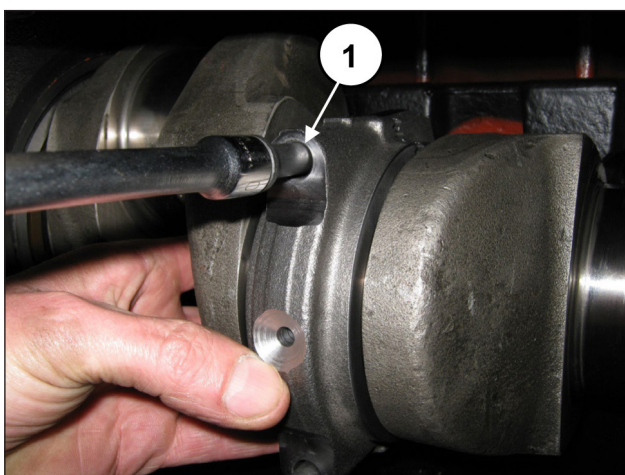

Fig. 68
Fissare i cappelli alle semibielle mediante le viti M10x1.5x80 (pos. ①, Fig. 68).